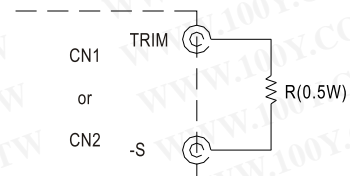

图3.2输出电压调整
- (1) 如图所示3.1, 在额定输出的70~100%(Typ.)间电压可调
- (2) 如图3.2所示, 在CN1或CN2的TRIM和-S间连接一个外部电阻